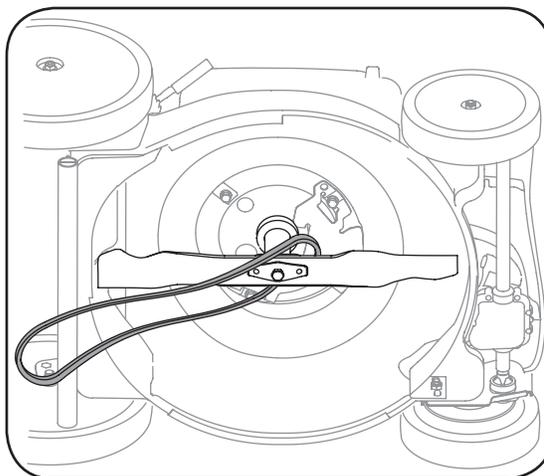

Figura 7
3. Haga rodar la correa fuera de la polea de transmisión. Incline la podadora sobre su lado con el filtro de aire hacia arriba para llegar a la correa desde la parte inferior de la podadora. Deslice la correa fuera de la polea del motor y enrosque a través de la abertura dentro de la ménsula de la guarda de la correa. Luego retire la correa de la cuchilla extrayendo un extremo por vez. Vea la Figura 7.